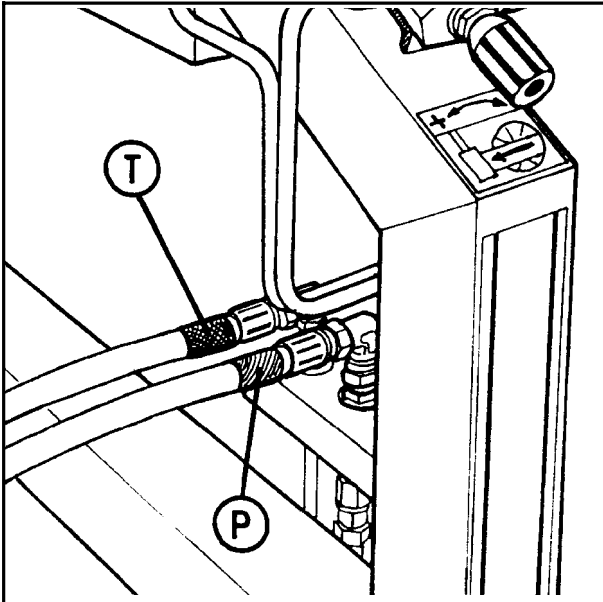

Bild 4-3
**Der rot markierte Schlauch wird an die Druckversorgung (P) und der blau markierte Schlauch an den Rücklauf (T) angeschlossen.** (Siehe Abb. 4-3).